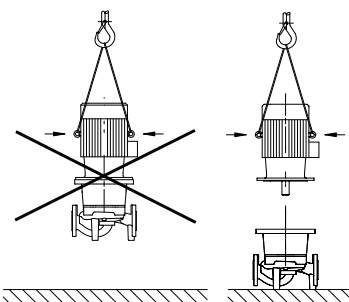

рис. 5: Строповка мотора
- Проушины для транспортировки на моторе служат только для транспортировки мотора, транспортировка всего насоса с их помощью недопустима (рис. 5).